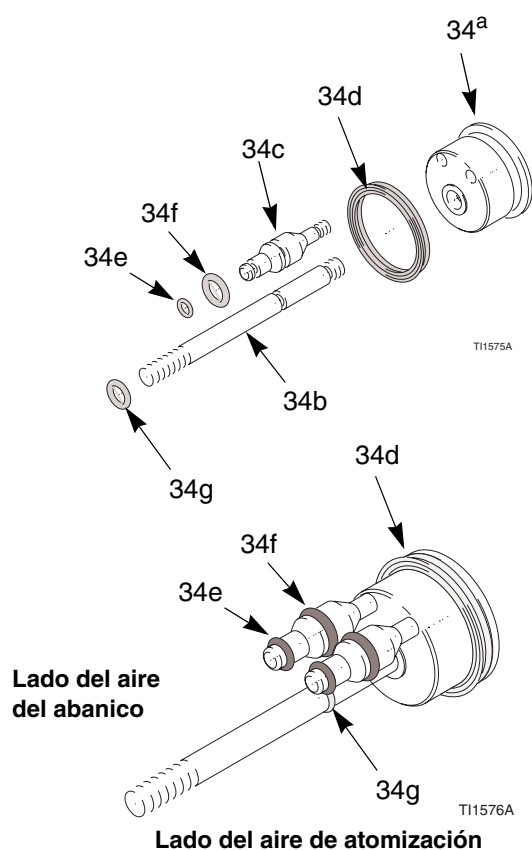

Fig. 26. Juntas tóricas del pistón
5. Inspeccione las juntas tóricas (34e, 34f, 34g) y la empaquetadura de la copela en U (34d) en busca de daños. Vea la Tabla 5 y la Fig. 26.